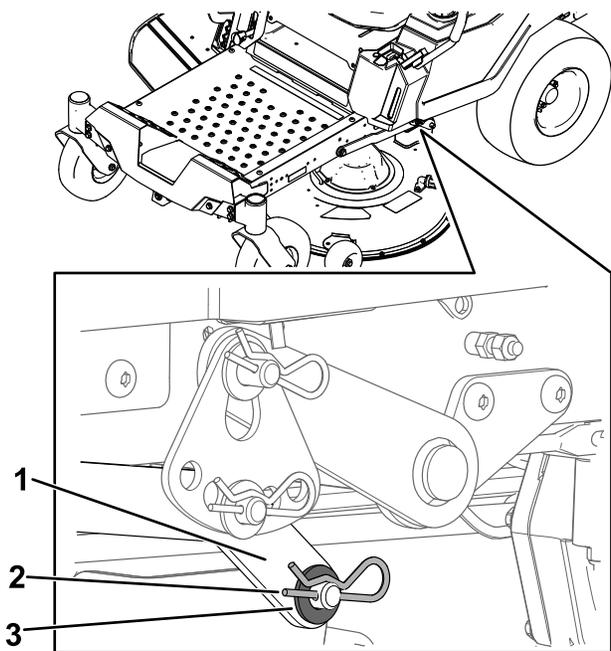

Figura 71
7. Num lado da máquina, remova a anilha e o perno de gancho do pino da plataforma (Figura 71).
8. Remova o braço de elevação do pino da plataforma (Figura 71).
5. Num lado da máquina, eleve a traseira da plataforma do cortador e eleve o braço de elevação para o pino da plataforma (Figura 71).
6. Instale o braço de elevação utilizando a anilha e o perno de gancho Figura 71).